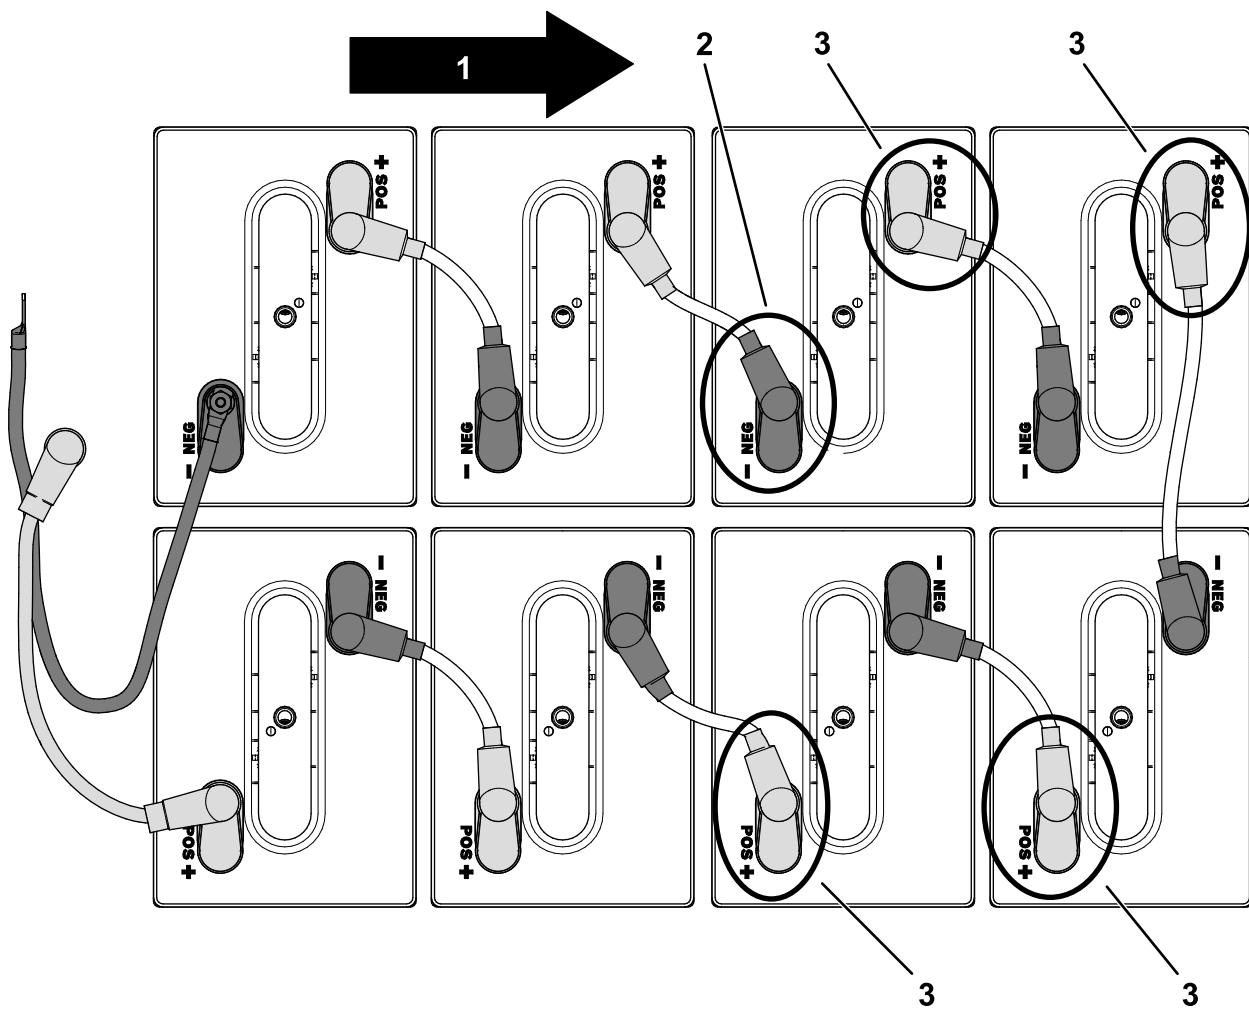

Figura 58
- 3. Desconecte el terminal positivo (+) de las 4 baterías delanteras en la bandeja de baterías delantera (Figura 58).
- 4. Desconecte el terminal negativo (-), según se muestra en Figura 58.
- 5. Retire las 4 baterías delanteras (Figura 58).